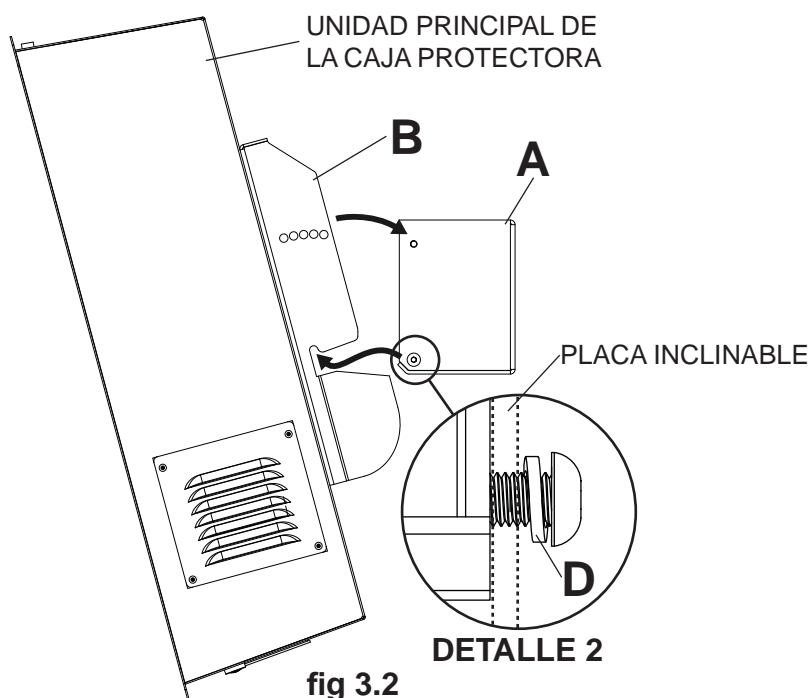

fig 3.2
Hook tilt plate (**B**) onto bottom socket screws threaded into wall box (**A**) and select desired tilt angle (0° to 20°) as shown in figure 3.2. **NOTE:** Be sure split lock washer (**D**) is on outside of tilt plate as shown in detail 2.
Accrochez la plaque d'inclinaison (B) aux vis à tête creuse vissées au boîtier mural (A) et choisissez l'angle d'inclinaison souhaité (0° à 20°) comme illustré à la figure 3.2. **REMARQUE :** Vérifiez que la rondelle fendue (D) est à l'extérieur de la plaque d'inclinaison comme illustré dans le dessin de détail 2.